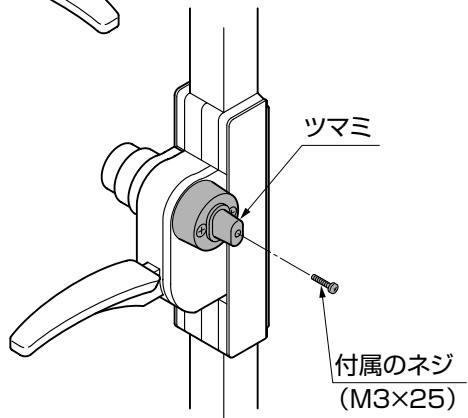

図2-2
- ツマミが不要な場合はツマミの真ん中のネジを外して使用してください。(図2-2参照)
- ①フロントカバーをはずし、ラッチの向きを変えてください。